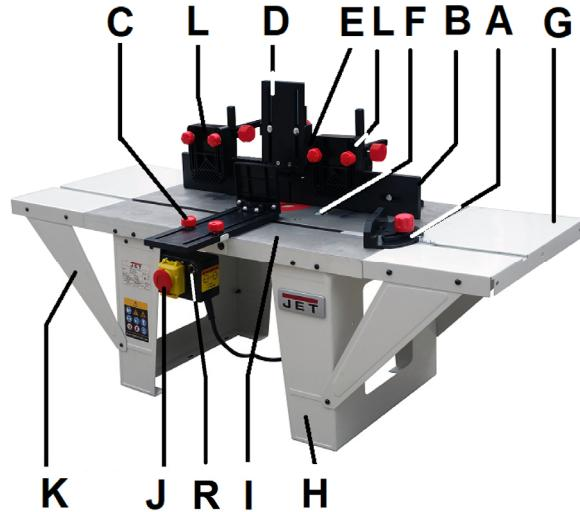

Fig 1
Fixez s'interrupteur (J, Fig 1) avec 2 vis.
Fixez les rallonges de table (G, Fig 1) et les supports (K) avec des vis à têtes cylindrique et des écrous.